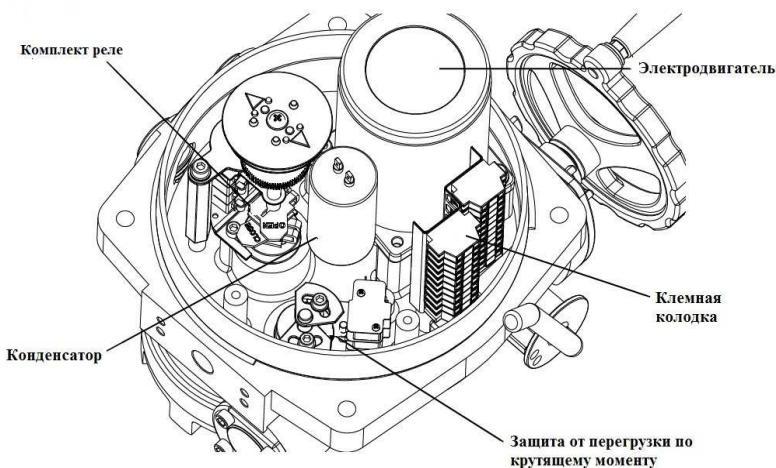

Рисунок 1 – Основные компоненты привода QT
4.2 При нахождении диска 4 (Приложение А) в промежуточном положении (между положениями «Закрыт» – «Открыт») оба реле (рисунок 1) находятся в выключенном состоянии. При нахождении диска затвора в крайних положениях («Закрыт» – «Открыт») эксцентрический кулакчик воздействует на одного из реле и формируется сигнал о положении затвора «Затвор закрыт» или «Затвор открыт» с помощью замыкания нормально разомкнутых «сухих» контактов реле с сопротивлением в замкнутом состоянии не более 25 Ом, при коммутируемом токе до 100 мА. Допускается местная регулировка эксцентрических кулакчиков.